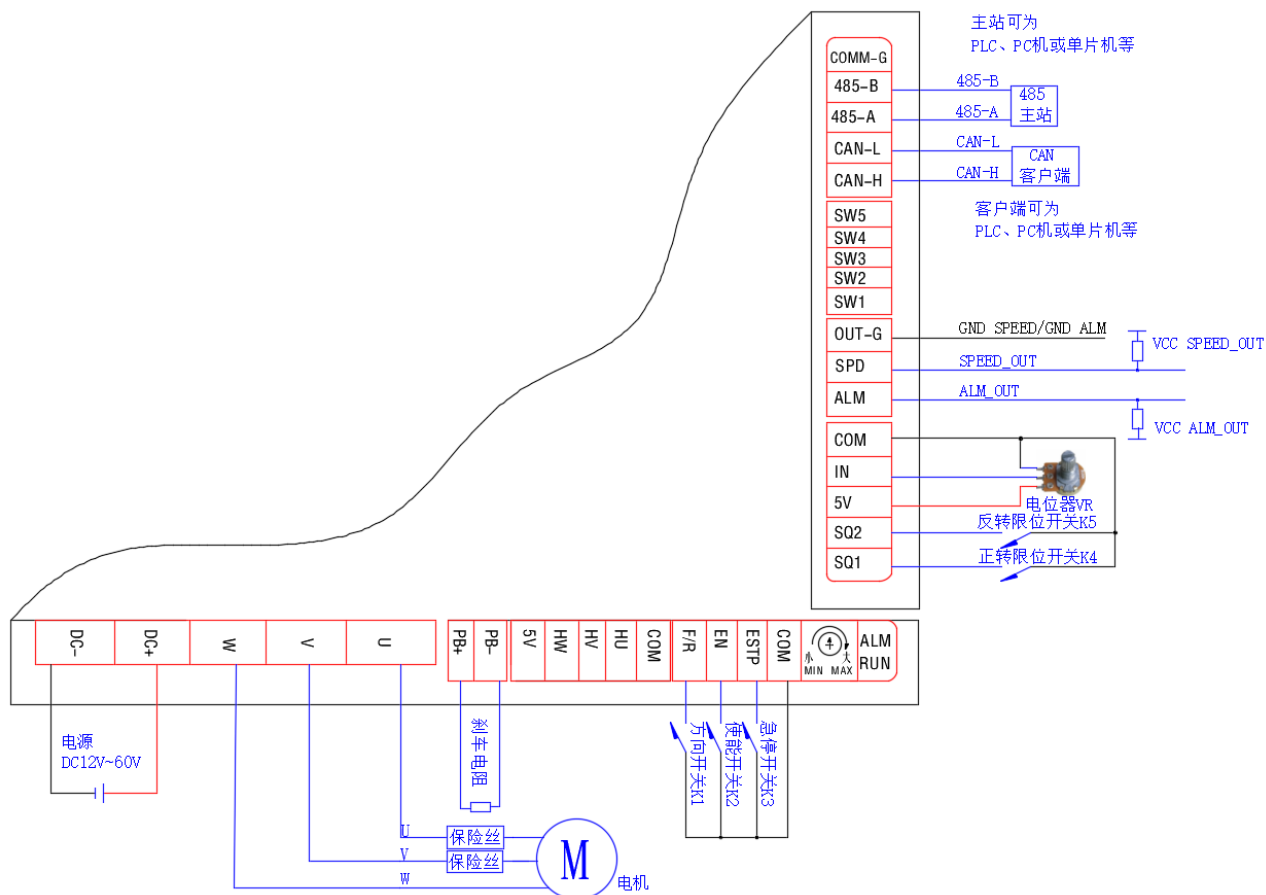
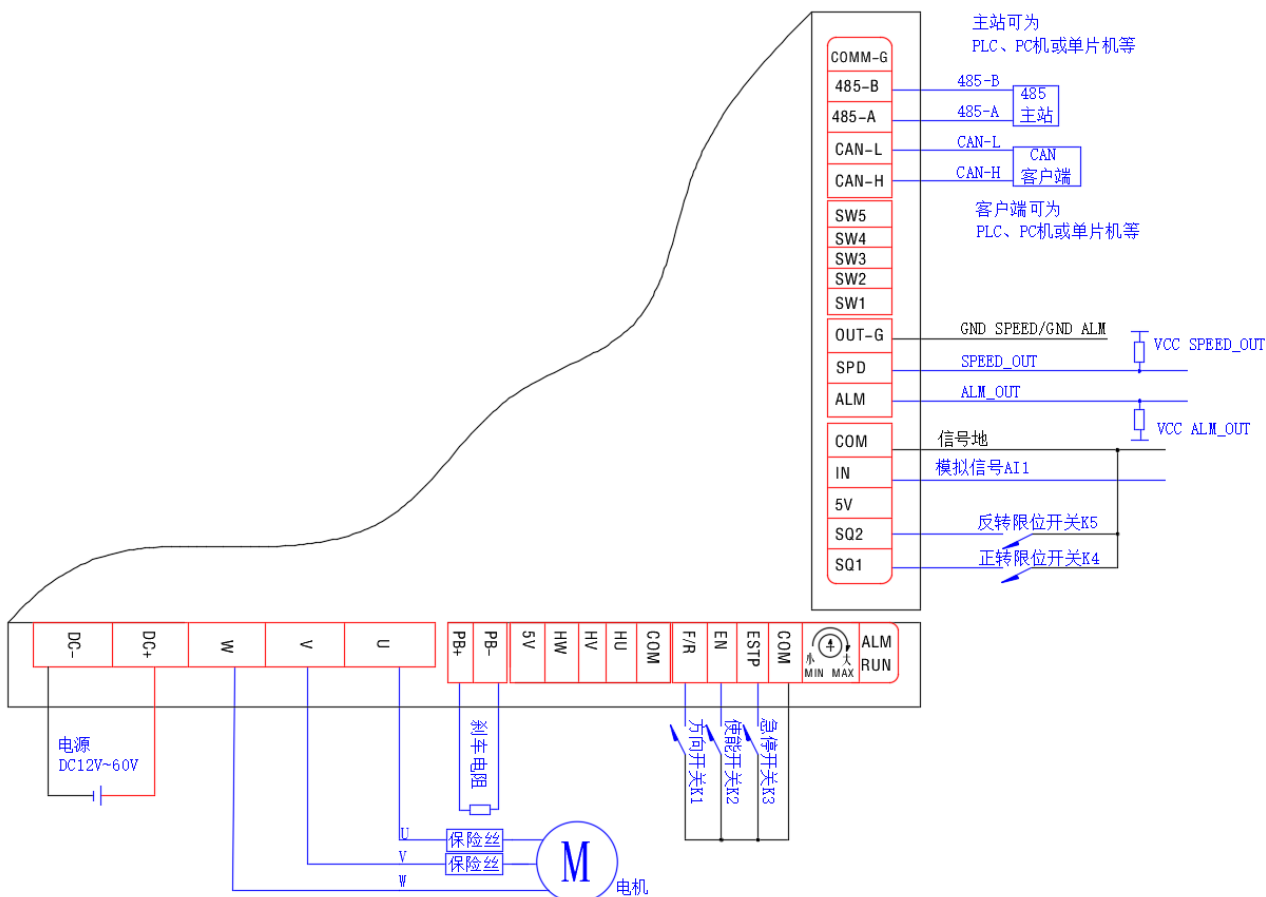

图 6.35 无感外部电位器闭环控制接线图
图 6.36 无感外部模拟量闭环控制接线图
断开驱动器电源，接线如图 6.35 或图 6.36 所示。
- 外部电位器：电位器 VR 两不动端接 5V 和 COM，动端接 IN，用于调速。当电位器动端由 COM 滑向 5V 过程中，电机转速由零到最高转速。接线如图 6.35。
- 外部模拟量输入：IN 接模拟信号 AI1，用于电机调速。COM 接信号地。当 AI1 由 0 到最大值过程中，电机转速由零到最高转速。接线如图 6.36。